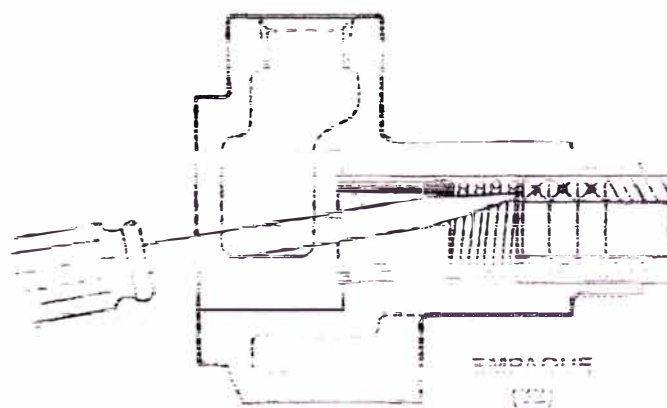

FIGURA 3
5. La bomba ya está lista para ser extraída del embalaje o del precinto mecánico. Véase la Figura 3 o 4 como ejemplo. Se recomienda el uso de un nuevo precinto mecánico o empaque nuevo cada vez que la bomba se desmonta completamente.